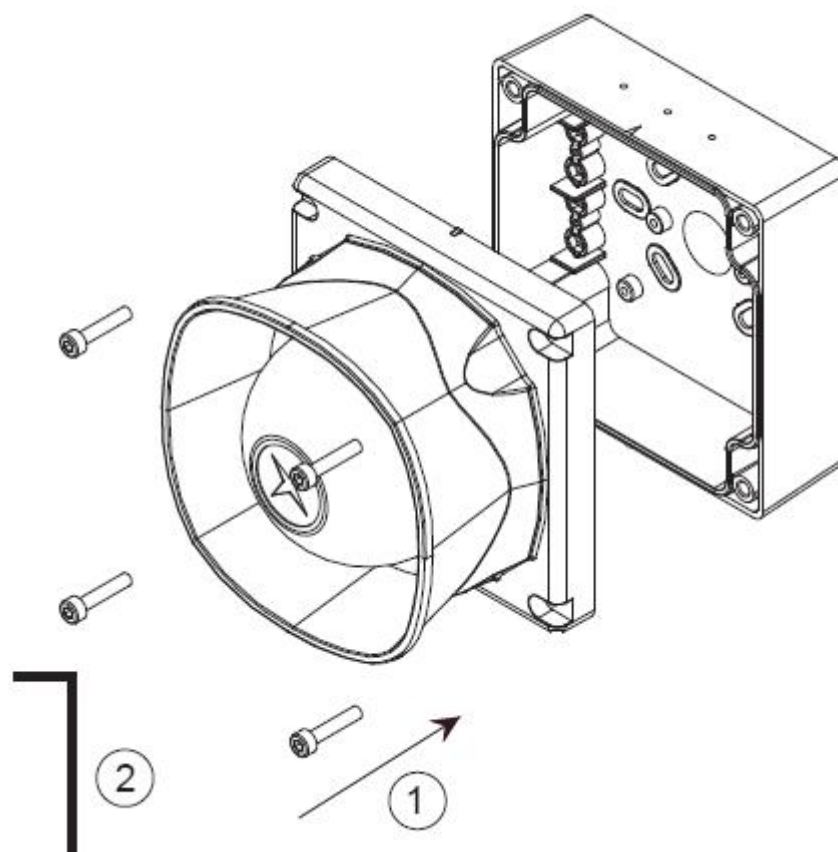

Рис.7 Установка излучателя в монтажной базе
8. Прикрепите излучатель к монтажной базе 4-мя специальными винтами, которые входят в комплект поставки оповещателя. Используйте для этого специальный Г-образный шестигранный ключ из комплекта поставки. Смотри Рис. 7.